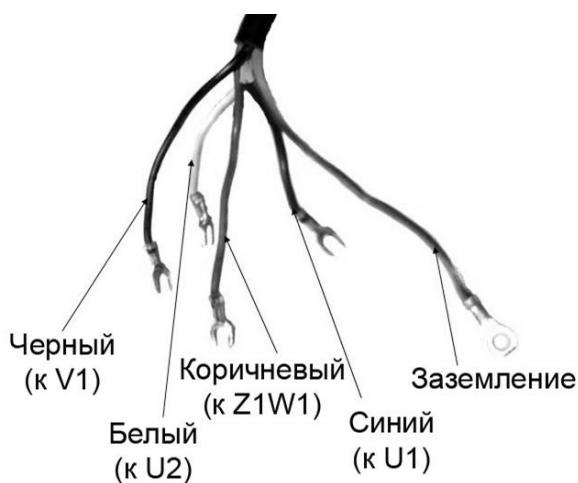

Рис. 18
4.3. Подключение электродвигателя станка 5620 (Рис.18 - 19)
- Выкрутите винты крепления крышки, демонтируйте крышку с клеммной коробки. Через входное отверстие в крышке вставьте шнур питания (Рис. 18).
- Для правильного подсоединения, выводы шнура питания (Рис. 18) имеют разную длину и расцветку. Всего шнур питания имеет 5 выводов разных цветов: белый, черный, синий, коричневый, двухцветный – желтый - зеленый (заземление).
- Выводы шнура питания (Рис. 18) и клеммной коробки могут отличаться насыщенностью цвета и оттенками.